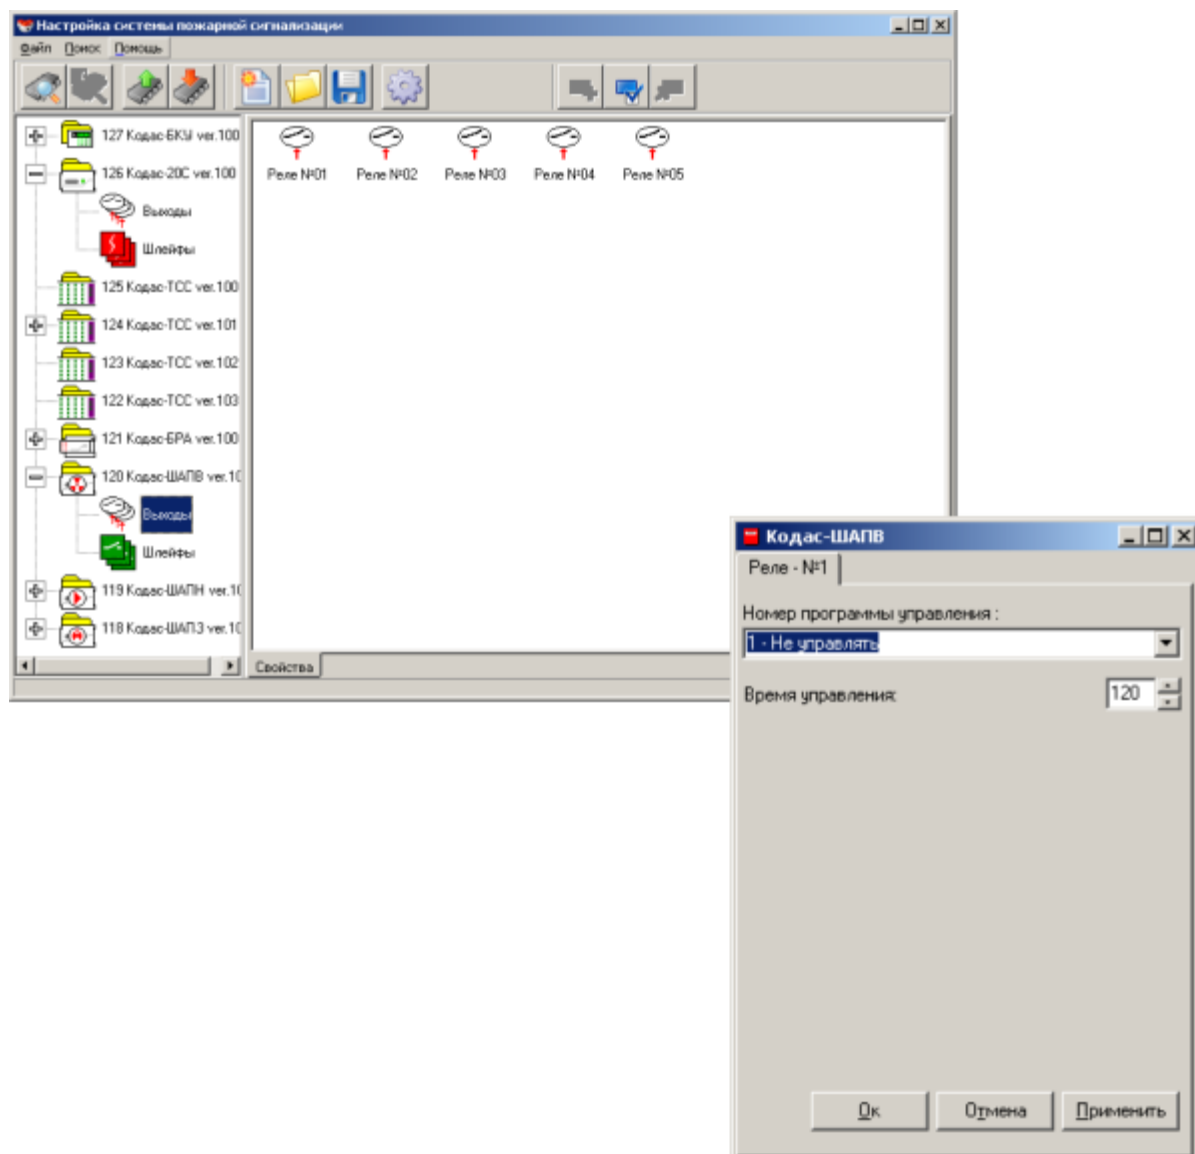

Рис. 33,34
3. налаштування виходів (реле) (рис. 33, 35, п. 5.4.2);